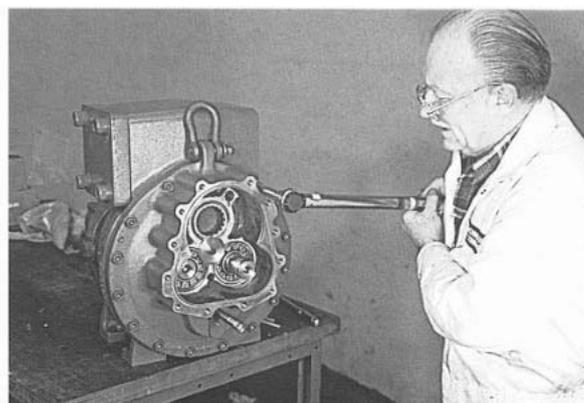

Рис. 123
17. Установите наружные крепежные винты там, где возможно, затем снимите направляющие штанги. (Рис. 123) Затяните эти шлицевые крепежные винты до 95 Нм.